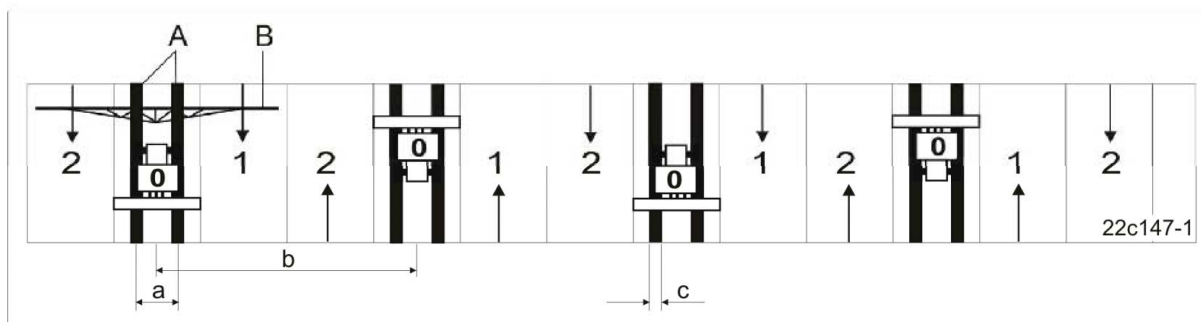

Fig. 63
Kjørespor er uten sågods (Fig. 63/A) og brukes av kjøretøyene som kommer senere med gjødsel og plantepleie.
Kjøresporavstanden (Fig. 63/b) samsvarer med arbeidsbredden til pleiemaskinene (Fig. 63/B), f.eks. gjødselspredere og/eller plantemiddelsprøyter som brukes på jordet.
For innstilling av de forskjellige kjøresporavstandene (Fig. 63/b) må den aktuelle kjøresporrytmen legges inn i traktorcomputeren 1).
Figur (Fig. 63) viser kjøresporrytme 3. Under arbeidet nummereres alle markkjøringer (kjøresporteller) og de vises i traktorcomputeren 1).
Kjøresporets sporbredde (Fig. 63/a) tilsvarer traktorens bredde og er justerbar (se kap. "Stille inn sporvidde/sporbredde (verksted)", på side 153).
Kjøresporets sporbredde (Fig. 63/c) blir bredere jo flere kjøresporlabber som plasseres ved siden av hverandre.
- sporbredden i kjøresporet (Fig. 63/a)